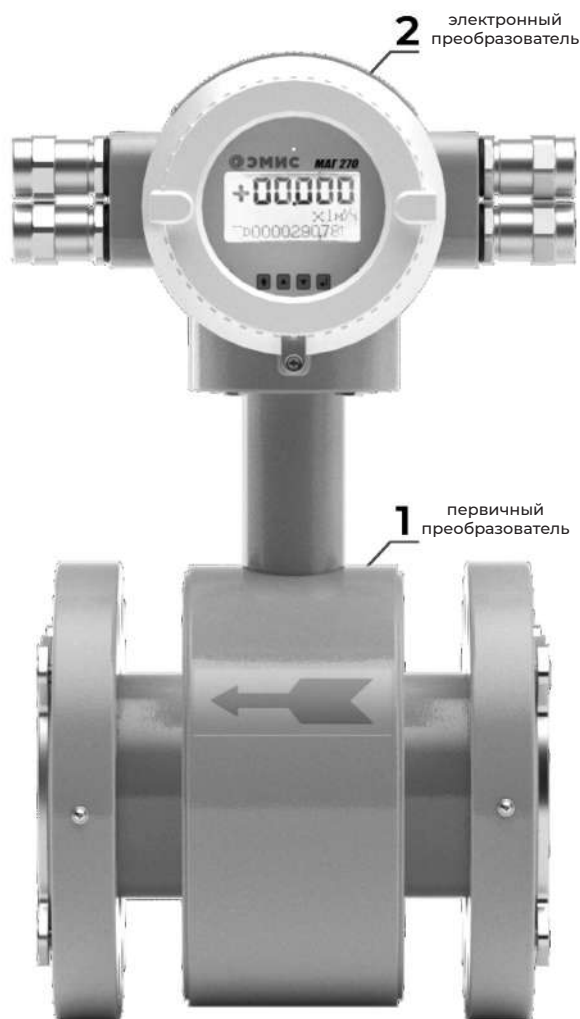

Рисунок 1. Устройство расходомера
Электромагнитный расходомер (см. рисунок 1) состоит из первичного преобразователя (1) и электронного преобразователя (2).